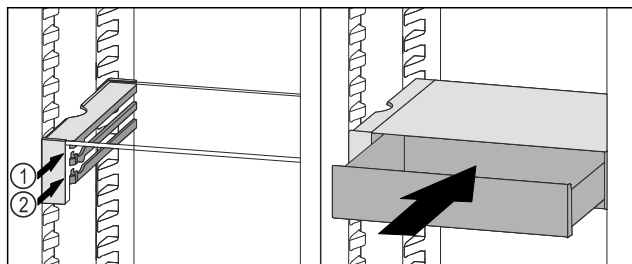

Fig. 132
- Nasadíte zásuvku VarioSafe za zářezky na požadovaném žebro (Fig. 132 (1) nebo Fig. 132 (2)).